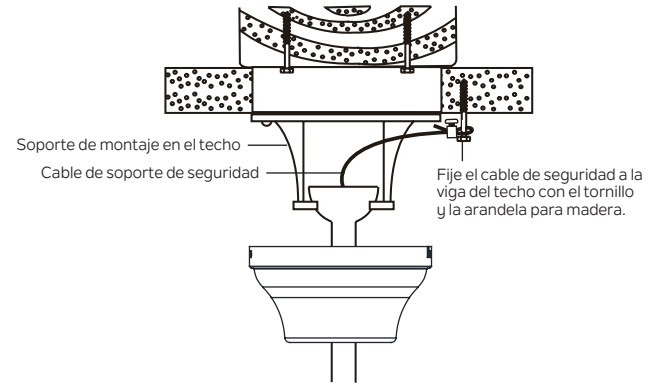

Figura 12
Paso 1. Fije el tornillo para madera y la arandela proporcionados a la viga del techo junto al soporte de montaje, pero no los apriete. **(Figura 12)**